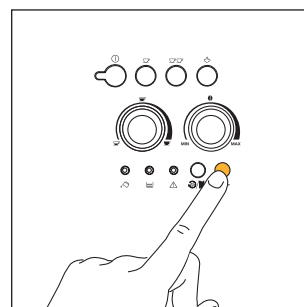

Рис. 18
1. Нажмите кнопку для использования молотого кофе ☞ , рис. 18. Индикатор в кнопке загорится, указывая, что функция задана, а кофемолка отключена.